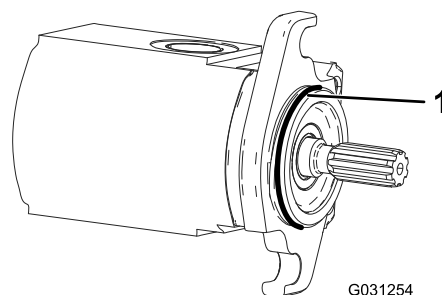

Figura 5
3. Instale la junta tórica en el motor del molinete (Figura 5).
5. Engrase la chapa lateral hasta que salga el exceso de grasa del orificio (Figura 5).